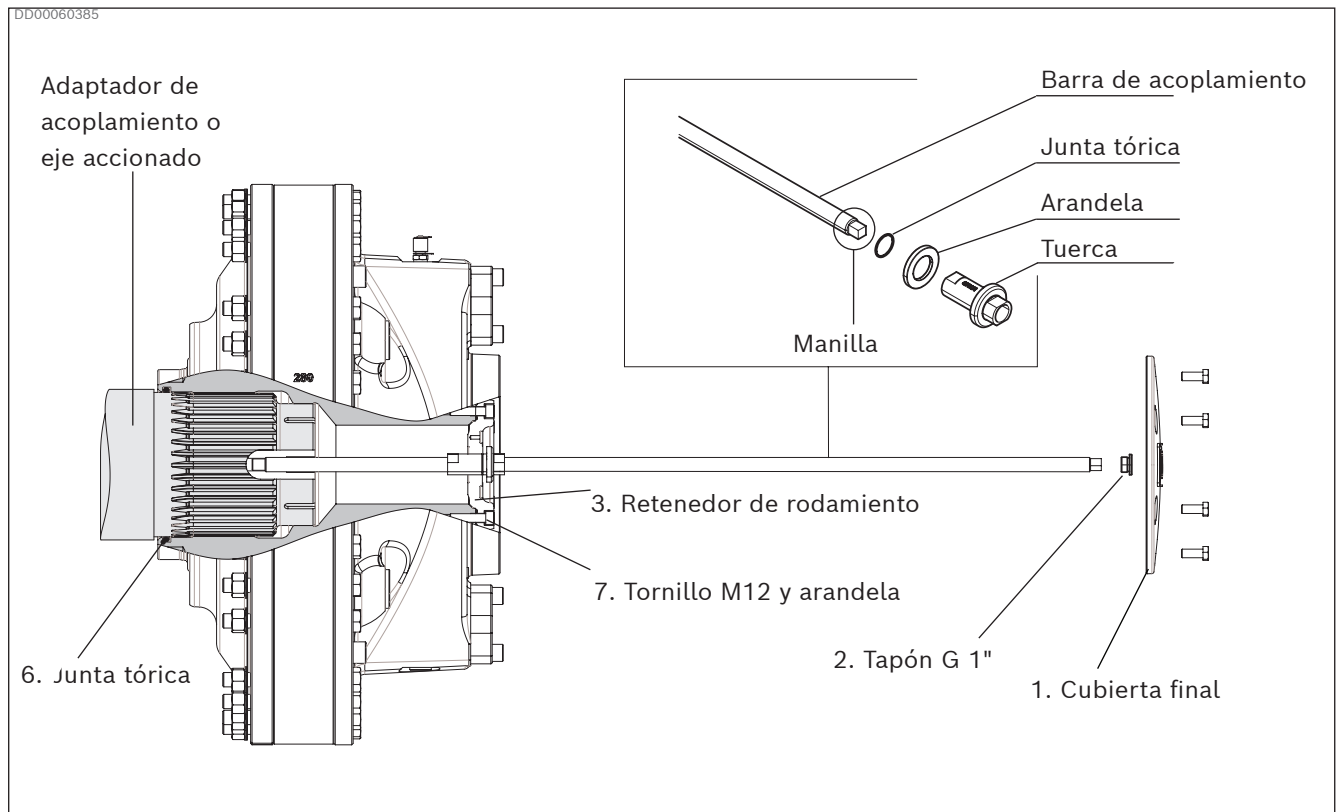
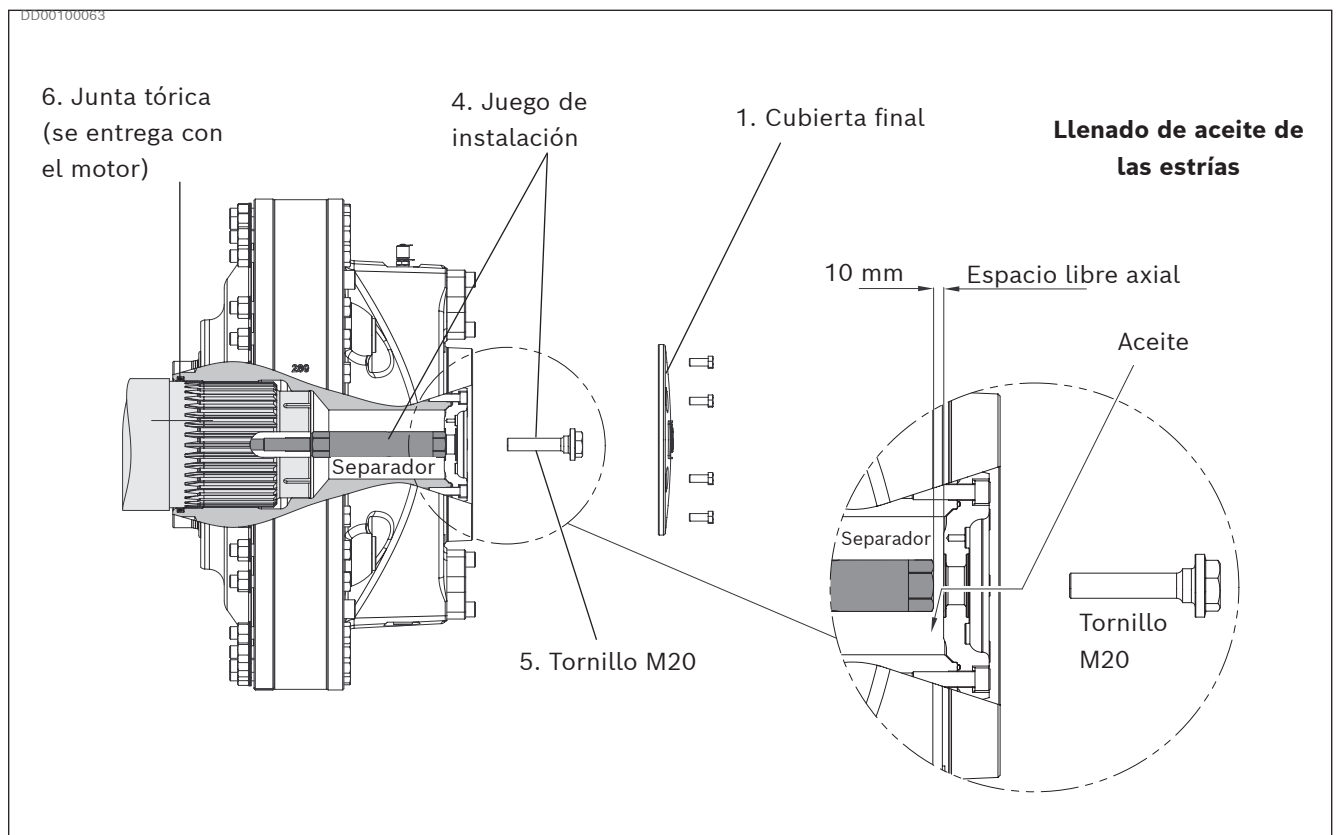

Fig. 41: Instalación del motor de estrías con herramienta de montaje
Fig. 42: Asegure el motor de estrías con el juego de instalación, instalación horizontal
Estas instrucciones están relacionadas con las ilustraciones *Fig. 41*, *Fig. 42*.
5. Quite el tapón G 1" (2).
8. Instale la herramienta de montaje pasando la barra de acoplamiento por el centro del motor, y atorníllela al eje accionado utilizando la manilla de la llave que hay en el extremo de la herramienta de montaje. Coloque la arandela y después la tuerca bien apretadas en el retenedor del rodamiento (3).
13. Coloque en el eje accionado el separador que viene con el juego de instalación (4). Torque 450 Nm (332 lbf·ft).
14. Vuelva a colocar el retenedor de rodamiento (3) con tornillos engrasados M12 y arandelas (7). Torque 136 Nm (100 lbf·ft).
15. Rellénelo de aceite hidráulico hasta la rosca G 1". Espacio libre axial 10 mm [0,4 pulgadas] durante el llenado, ver *Fig. 42*. Volumen de aceite, ver *Tabla 16*.
16. Asegure el motor al eje accionado colocando el tornillo M20 (5). Torque 385 Nm (284 lbf·ft).
17. Vuelva a colocar la cubierta final (1). Torque 80 Nm (59 lbf·ft).